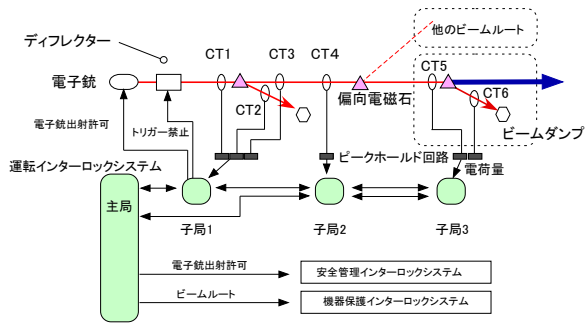
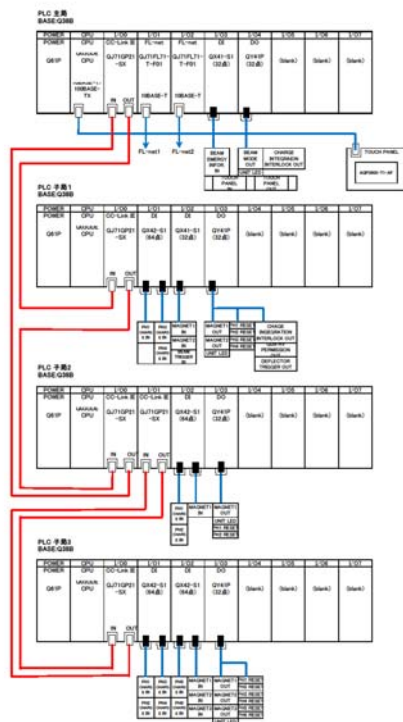

図1： 運転インターロックシステムの構成図
図2： PLCシステムの構成図
XFEL 装置の運転を司り、また電荷積算を管理している運転インターロックは、安定なシステムを構築する必要がある。そのため、このシステムはプログラムロジックコントローラー (PLC) 群で構成される。運転インターロックシステムの構成を図 1 に示す。PLC 群は、主局が制御室に設置され、3 つの子局が 700 m の XFEL 装置に沿って設置される。そして、それらが光ファイバケーブルで接続される。PLC 群のネットワークシステムには、冗長性向上のためのデータ転送の 2 重化で CC-Link IE を用いており、その CC-Link のデータ伝送距離の制限から光ファイバーのケーブル長が 500 m を超えないようにした。PLC 主局は、他のインターロックシステムである安全管理インターロック、機器保護インターロックと接続され、設定、情報の通信を行う。PLC 子局は、ビームルートに重要な偏向電磁石の状態情報とビーム電流モニター (CT)[3, 4]により電荷量の収集を行う。CT システムからは 500 ns 程度のビーム電荷量に比例した強度のパルス信号が出力される。このパルス信号強度を、ピークホールド回路がビーム加速と同期をした外部トリガーを受けて直流電圧に変換する。それを PLC で読み込み、電荷積算を行う。また、子局 1 より電子ビームの出射許可信号を電子銃、電子ビームパルス幅決定用の高電圧ディフレクターへ送る。この PLC システムの構成を図 2 に示す。